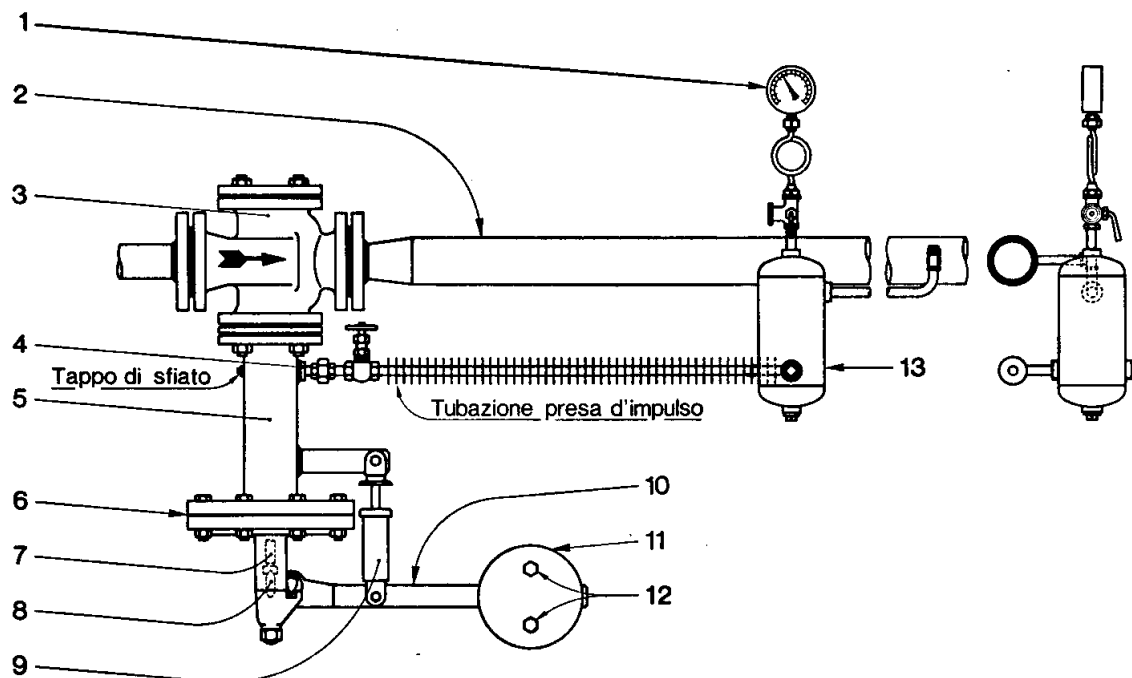
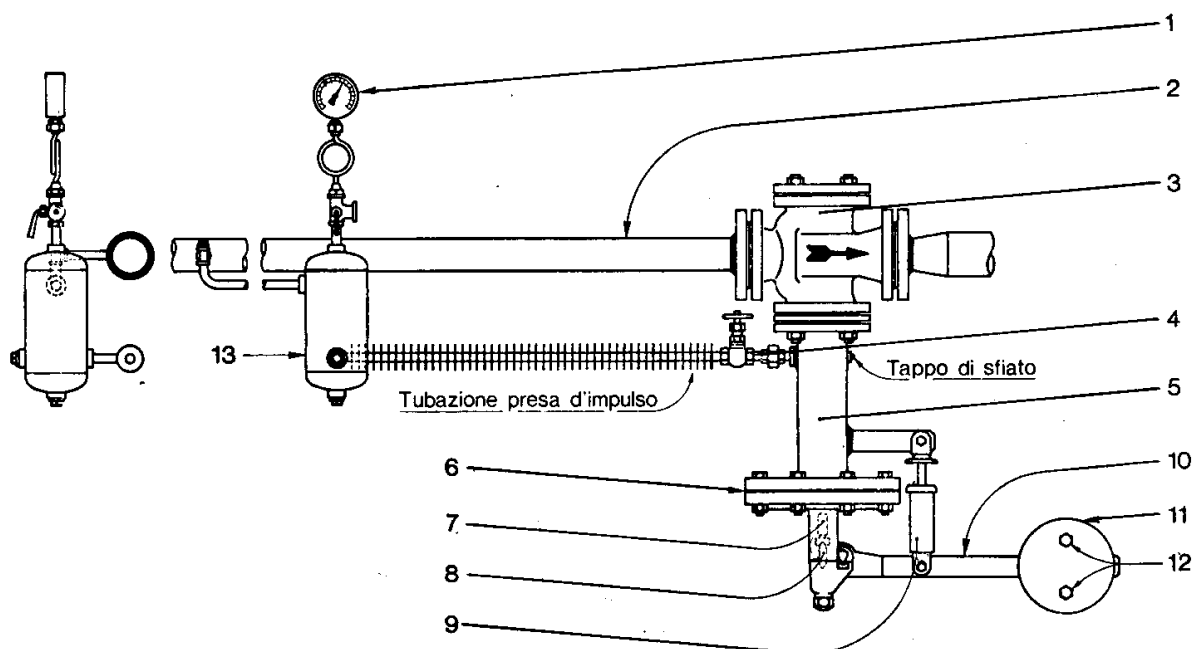

Fig. 6
Fig. 7
Mediante il tubo alettato $\varnothing 1/2"$, fornito col regolatore, collegare la presa d'impulso pos. 4 fig. 6-7 al barilotto di condensa pos.13 fig. 6-7 ad una distanza dal regolatore, in tratto rettilineo, di 1 mt. ca. Collegare poi, con un tubo $\varnothing 1/2"$ il barilotto di condensa pos.13 fig. 6 alla tubazione di valle pos.2 fig. 6 nel caso di un riduttore di pressione alla tubazione di monte pos.2 fig. 7 nel caso di uno sfioratore di pressione. La distanza, in rettilineo, di questo collegamento deve essere di almeno 10 diametri del regolatore stesso. Il collegamento del tubo presa d'impulso alla tubazione di valle o di monte deve sempre essere eseguito lateralmente o nella parte superiore della tubazione stessa (vedere fig. 6-7).